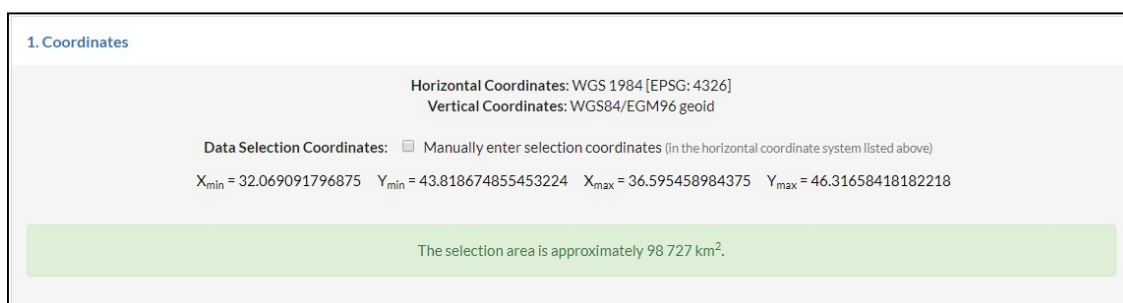

Рис. 5
1. **Coordinates** (рис. 5) – демонстрирует координаты выбранного участка на местности и вычисленное примерное значение охватываемой площади. (Пометив флажок, можно ввести требуемые значения координат с клавиатуры, но нам это сейчас не потребуется.)